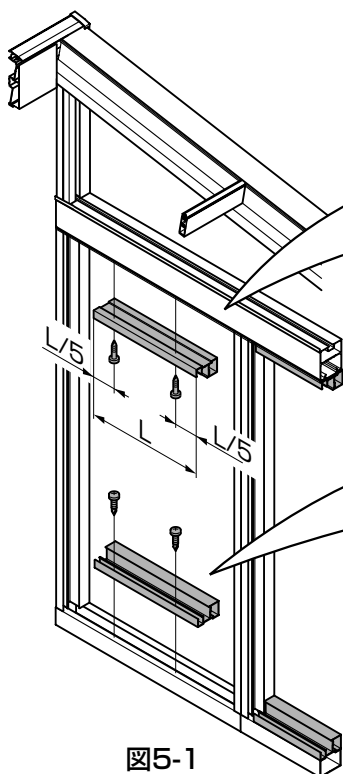

図5-1
- 孔加工はL/5の位置に行なってください。(図5-1参照)